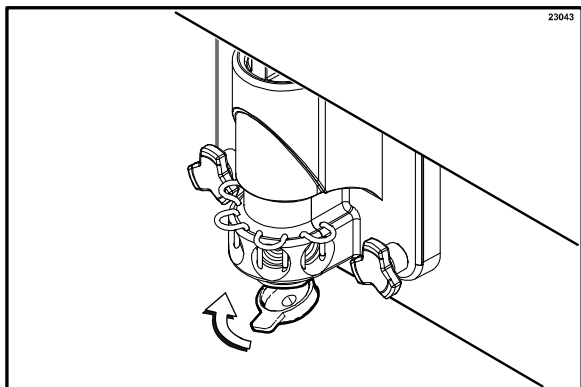

Figura 27
8. Instale a tampa do restritor na saída de produto da porta da máquina. (Veja a Figura 27.)